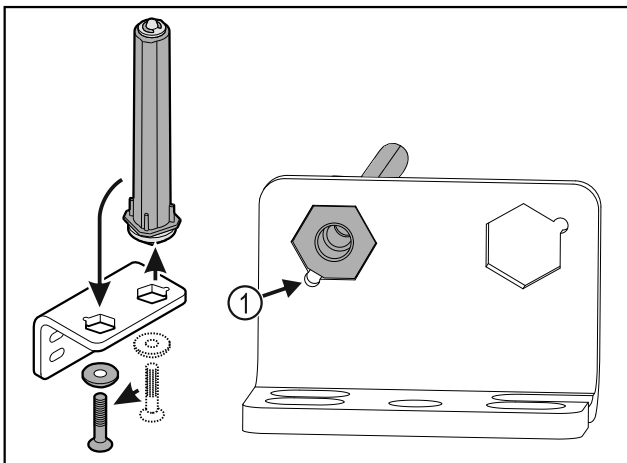

Fig. 37
- ▶ Asegúrese de que el bisel del perno Fig. 37 (1) esté orientado hacia el orificio redondo al insertarlo.